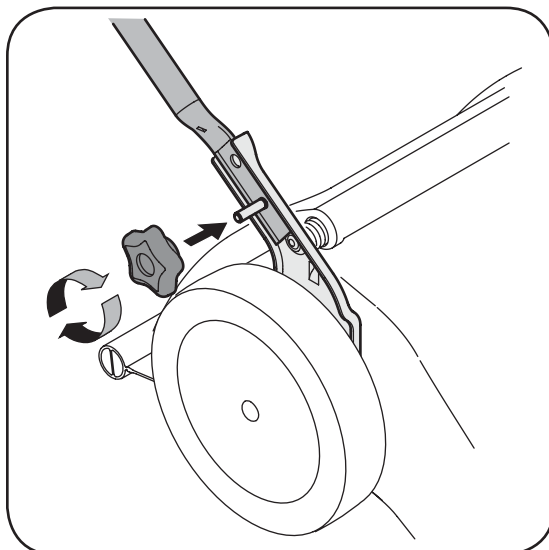

Figure 3-2
2. Serrez les boutons étoilés qui maintiennent le guidon inférieur sur les supports. Voir la Figure 3-2. Vérifiez que le guidon inférieur est bien placé sur les supports de montage du guidon.
IMPORTANT: N'utilisez que le chargeur de batterie fourni avec la tondeuse (numéro de pièce 725-04387). Branchez d'abord le chargeur à la batterie sur la tondeuse, puis à une prise de courant ordinaire de 110/120 volts. Voir la Figure 3-2 qui indique l'emplacement de la batterie sur la tondeuse.